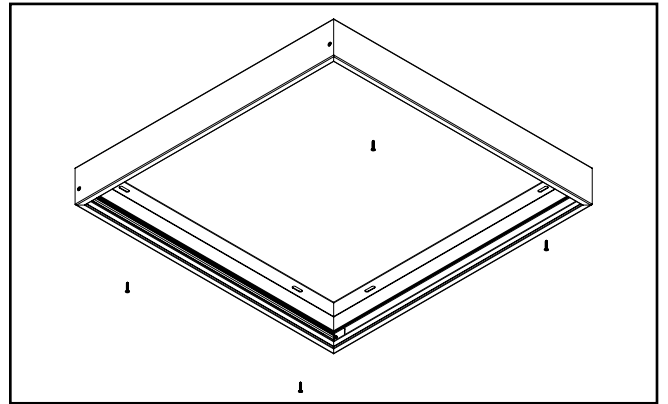

Figure 6.
3. L'espace des trous de montage est de 40,6 cm (16 po), de centre à centre. (Figure 6.)